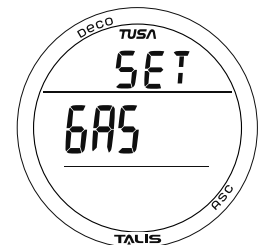

Abb. 27 - GAS EINSTELLEN
- A + S (2 Sek.), bei Anzeige des NORM-Oberflächen-Hauptdisplays - zum Aufrufen des GASEINSTELLUNG-Lead-in-Displays (Abb. 27).